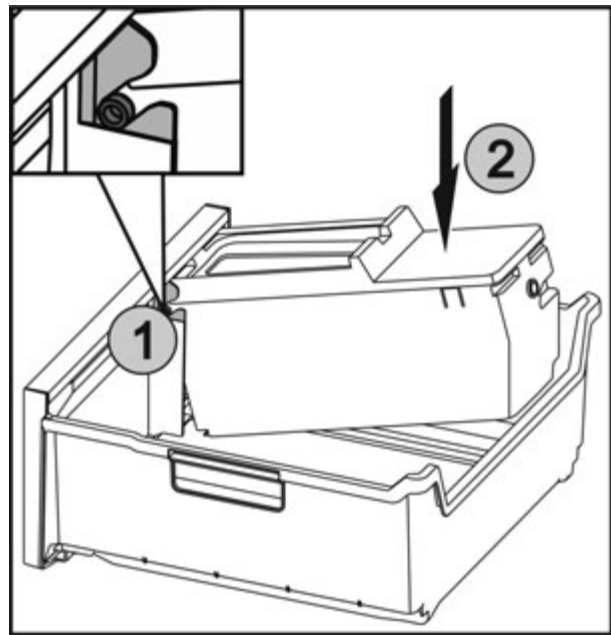

Fig. 83
- ▶ Вставити осі Fig. 83 (1) на EasyTwist-Ice у напрямні та натискати на задню сторону Fig. 83 (2) до фіксації накладки.